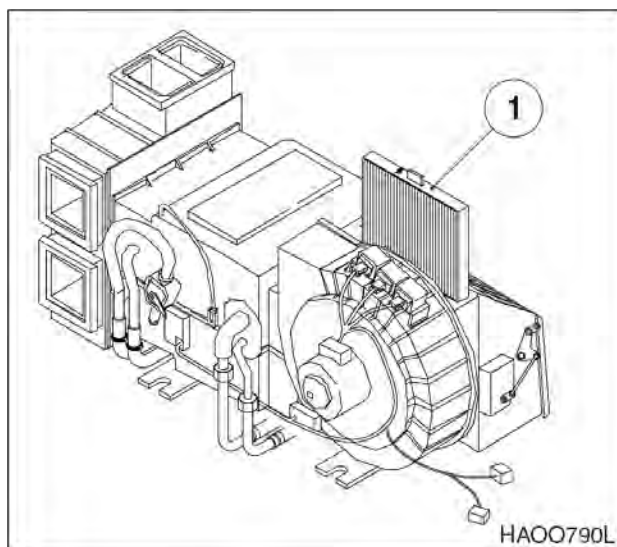

Рис. 68
5. Снять фильтрующий элемент (1, рис. 68) и проверить его на наличие повреждений.